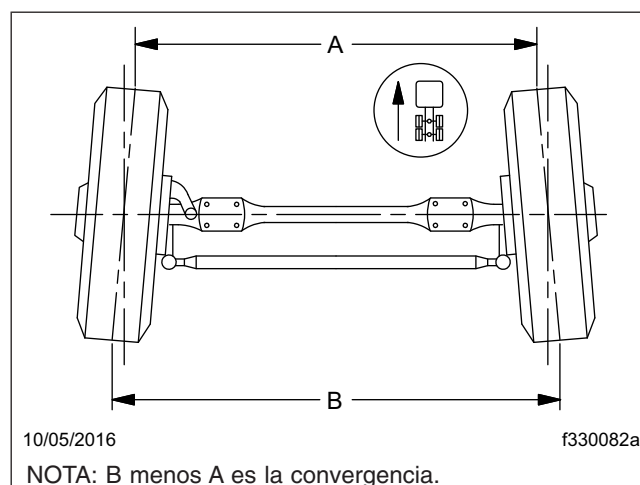

Figura 5, Convergencia de las ruedas (vista desde arriba)
6. Coloque un compás de varas en la parte trasera de los neumáticos delanteros; ubique las puntas del compás a la altura del vástago, y ajuste las puntas para que se alineen con las líneas trazadas en la costilla central de los neumáticos delanteros. Vea la **Figura 5**. Fije las puntas en posición. Compruebe que la escala esté ajustada a cero.
- 5.1 Llene el eje a través del orificio de llenado de aceite. El lubricante debería estar a nivel con la parte inferior del orificio de llenado. Para revisar el nivel de líquido, vea la Figura 5.